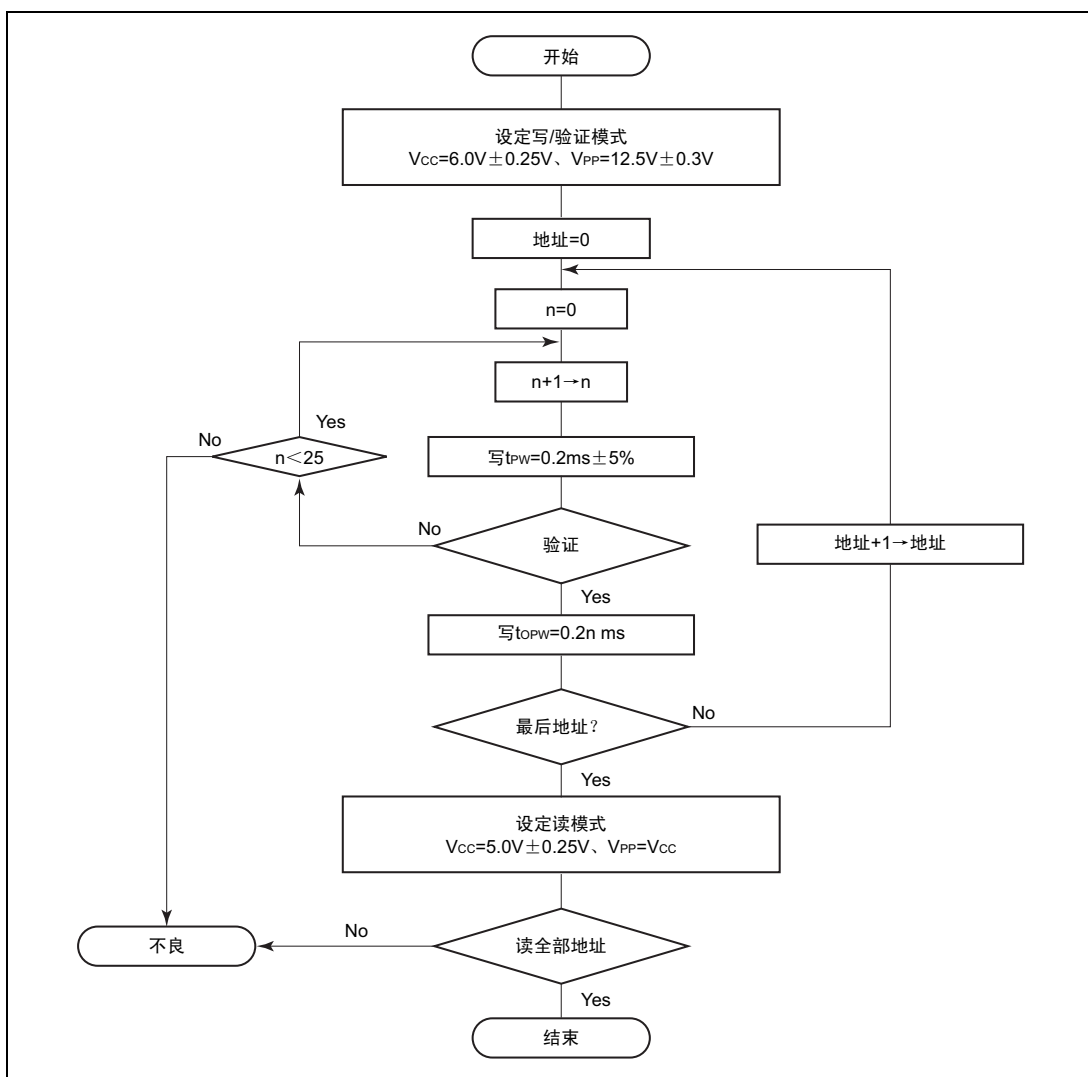

图 6.4 高速高可靠性编程流程图
高速高可靠性的编程的基本流程如图 6.4 所示。
*3 t_{OPW} 用在图 6.4 高速高可靠性编程流程图中记载的值定义。